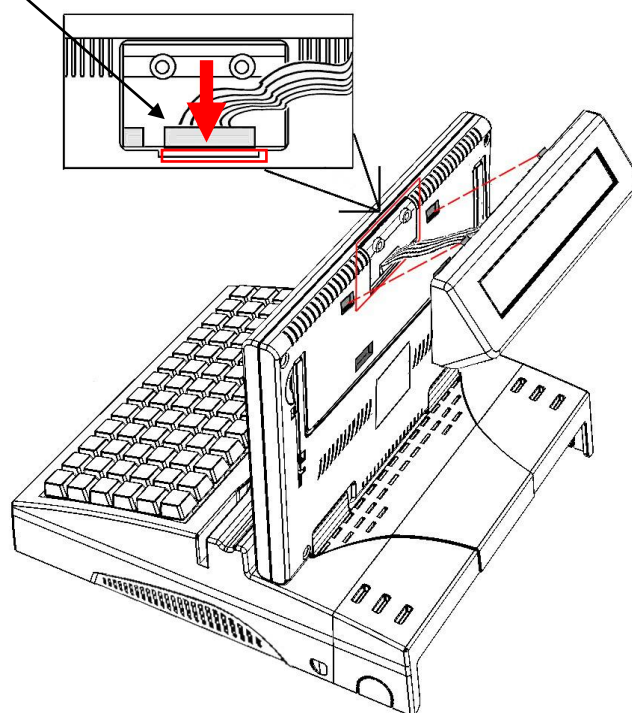

Рисунок 18. Подключение кабеля дисплея покупателя к видео плате
3. Подвести ДП к задней панели дисплея кассира и через проем подключить кабель дисплея покупателя к соответствующему порту на видео плате, которая установлена на внутренней поверхности задней панели дисплея кассира. Подробнее смотрите рисунок 18.
При установке защитной крышки кабель ДП необходимо расположить в прорези для кабеля дисплея покупателя (рисунок 18).